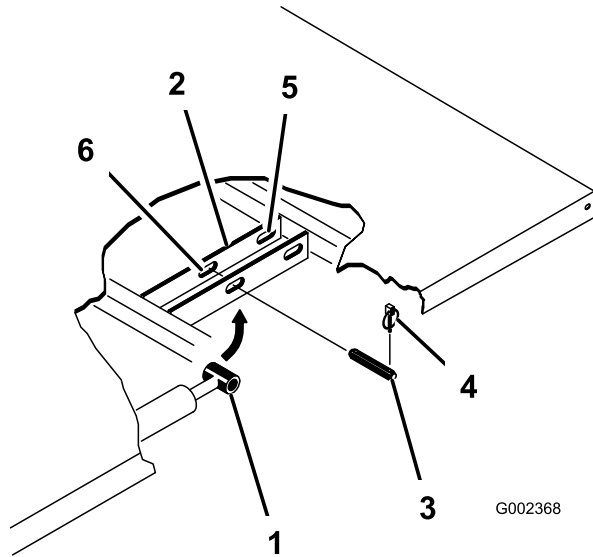

Figura 33
3. Rimuovete gli acciarini dalle estremità esterne dei perni con testa dell'asta del cilindro (Figura 33).
4. Rimuovete i perni con testa che fissano le estremità dell'asta del cilindro alle piastre di montaggio del pianale spingendo i perni verso l'interno (Figura 33).
5. Rimuovete gli acciarini ed i perni con testa che fissano le staffe orientabili ai profilati del telaio (Figura 33)